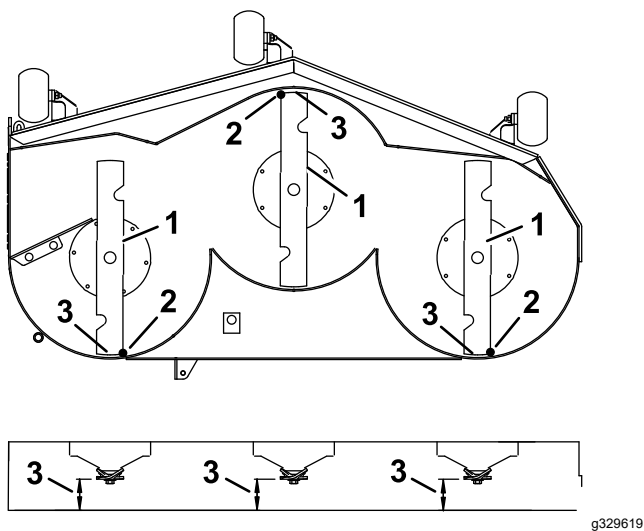

Figura 78
7. Compruebe la inclinación longitudinal de las cuchillas (Figura 78). Asegúrese de que la punta de la cuchilla delantera está más baja que la punta de la cuchilla trasera, según se muestra en la tabla *Altura de los bloques e inclinación*. Si es necesario un ajuste, siga con este procedimiento.